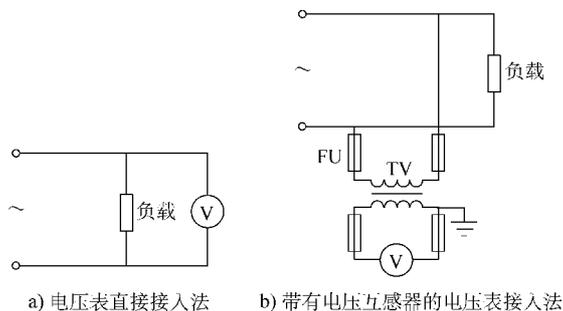

图 2-6 交流电压的测量
2) 交流电压的测量：测量交流电压时，电压表的接法如图 2-6 所示。